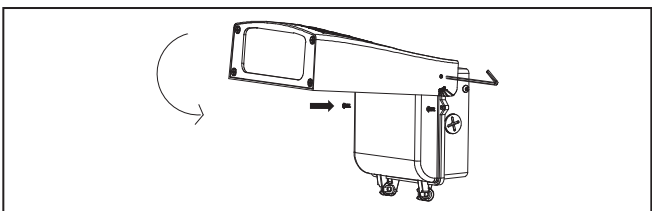

Figure 7.
9. Fermez et fixez le boîtier de commande en revissant les vis du boîtier de commande. Serrez les vis à un maximum de 1,47 Nm (13 lb-po). Remplacez la tête du luminaire en position vers le bas. (Figure 7)